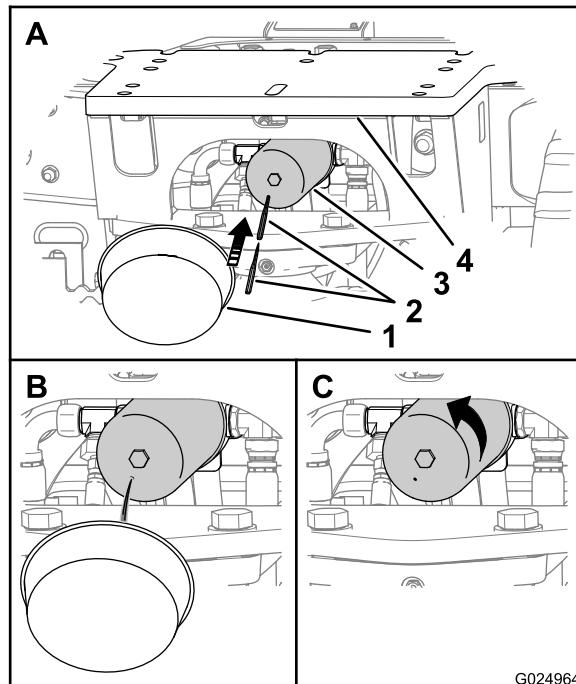

Figure 112
Remarque: Vous pouvez accéder au filtre de retour hydraulique sous la plaque d'accessoire arrière de la machine (Figure 112).
1. Placez un bac de vidange sous le filtre de retour hydraulique (Figure 112).
| 2. Percez le fond du filtre de retour hydraulique et vidangez le restant de liquide hydraulique dans le bac (Figure 112). | |
3. Tournez le filtre de retour hydraulique dans le sens antihoraire pour le déposer (Figure 112).